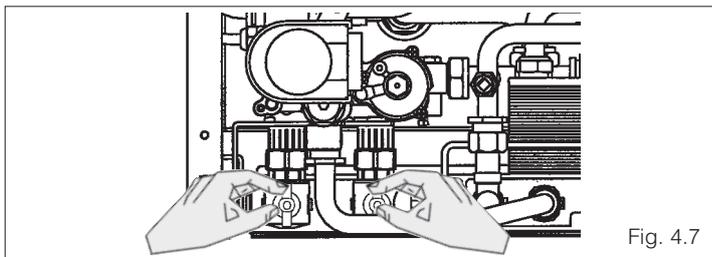

Fig. 4.7
- aprire i rubinetti di mandata e ritorno impianto (fig. 4.7)